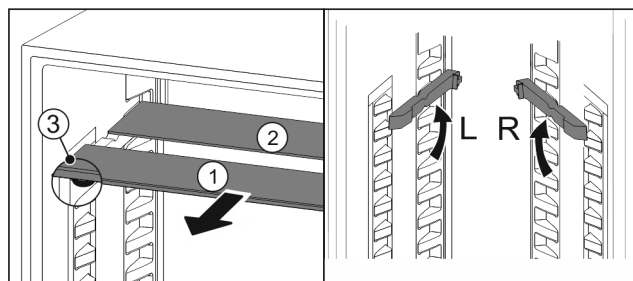

Fig. 84
- ▶ По одной извлеките Fig. 84 (1) стеклянные панели движением вперед.
- ▶ Стекла́нная панель Fig. 84 (1) с декоративной планкой лежит спереди.
- ▶ Стопоры Fig. 84 (3) показывают вниз.